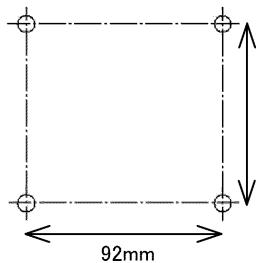
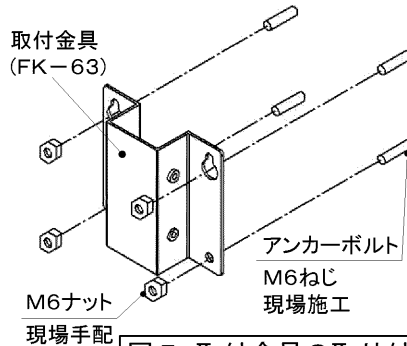
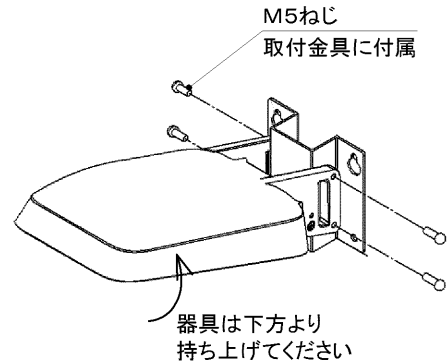

図4 取付寸法
図5 取付金具の取り付け
図6 器具の取り付け
●壁面に取り付ける場合 (図4) (図5) (図6)
2. 取付金具はアンカーボルトと取付ナットにて堅固に締め付けてください。(図5)
3. 金具の凸部に対し器具を下方から持ち上げ、取付金具の同梱ねじ4本にて、取付金具と器具を(図6)のように締め付けてください。